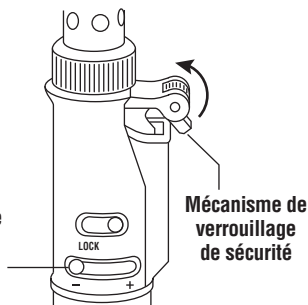

FIG. 7
- En utilisant votre pouce, faites tourner le mécanisme de verrouillage de sécurité vers l'avant (Figure 6) et tirez sur la gâchette (Figure 7),